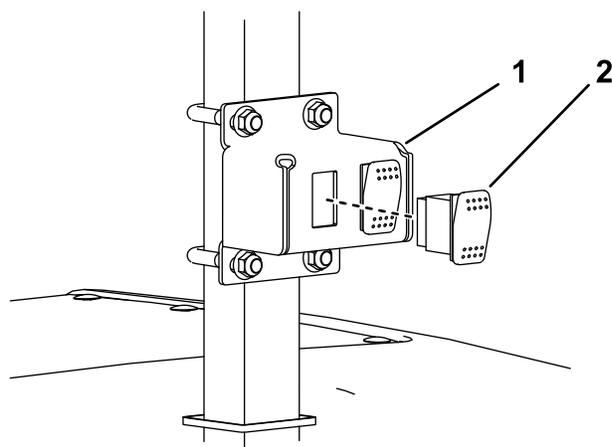

Figura 13
6. Collegate l'interruttore della luce di segnalazione al gruppo interruttori delle luci operative, come illustrato nella Figura 13.